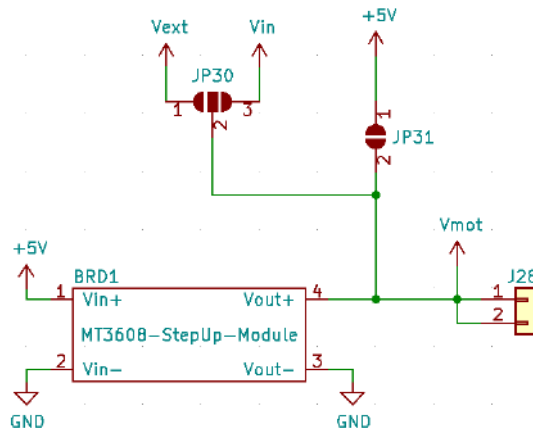

Figure 87 – Schema connessioni relative alla tensione di alimentazione  $V_{mot}$  della IOT PROTO SHIELD PLUS
Si consideri che *Vmot* è disconnesso di default: spetta a voi alimentare (J12) il motore con la tensione corretta considerando le connessioni mostrate in Figure 87.
- Alimentare il motore, secondo le specifiche di funzionamento, Figure 87 e Figure 89